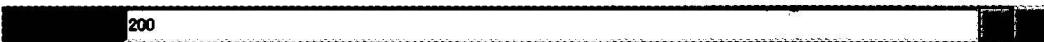

图 1.15 Enter depth 文本框
- (11) 在 SPEC TO 子菜单中，选择默认的 Blind | Done 选项。提示栏中出现如图 1.15 所示的 Enter depth 文本框，输入拉伸曲面的拉伸长度“200”。